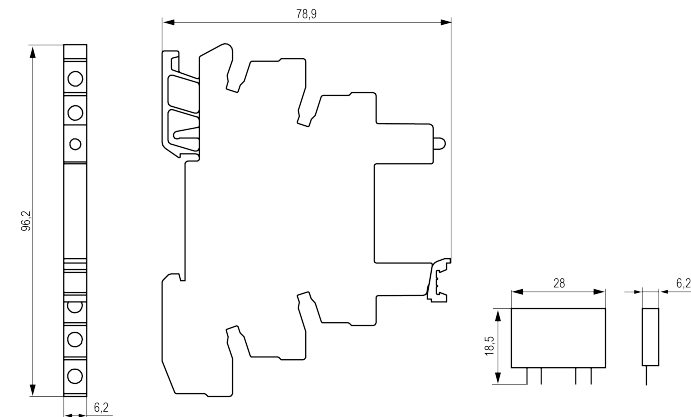

Рисунок 1 – Габаритные размеры
1. Подготовить место на DIN-рейке для установки согласно габаритному чертежу (см. *рисунок 1*).